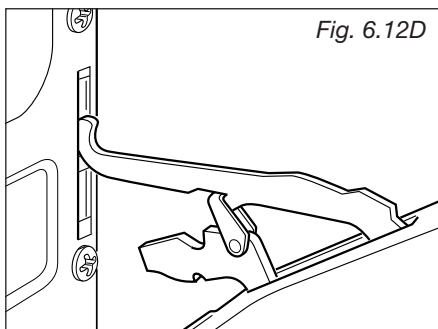

Fig. 6.12D
- A continuación, extraiga el pasador superior de su alojamiento (Fig. 6.12D).